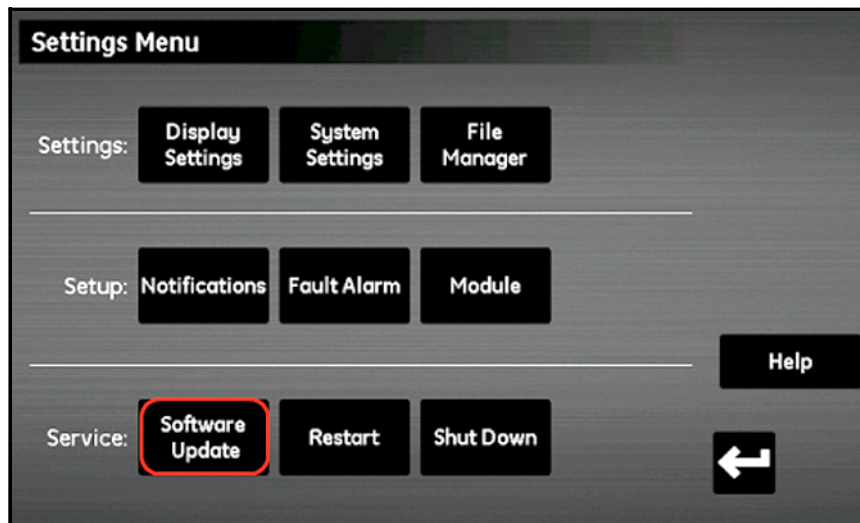

Figure 87: Mise à jour du logiciel
5. Dans la section **Service** (voir Figure 87 ci-dessous), touchez **MàJ logiciel**. Si la touche **MàJ logiciel** est en grisé, vérifiez que la clé USB est correctement insérée dans le port USB.